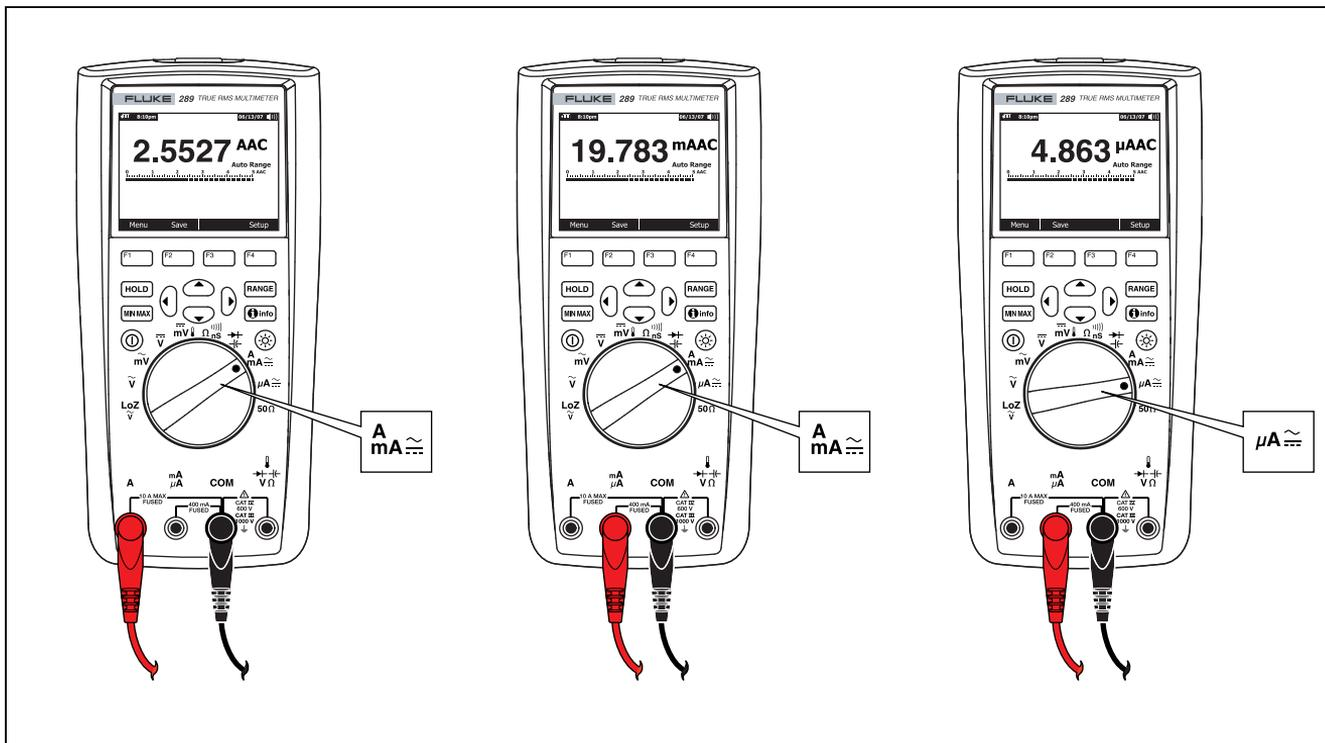

Figura 21. Configuración de la medición de corriente
3. Si está utilizando el terminal A, fije el selector giratorio en $\overset{A}{\sim}$. Si está utilizando el terminal mA/μA, fije el selector giratorio en $\overset{\mu A}{\sim}$ para corrientes por debajo de 5000 μA (5 mA), o en $\overset{mA}{\sim}$ para corrientes por arriba de 5000 μA. Consulte la figura 21 para analizar las conexiones de los conductores de prueba y la selección de funciones. Consulte la sección "Función de advertencia de entrada" para obtener información sobre las alertas que utiliza el multímetro cuando no se utilizan los conductores correctamente para mediciones de corriente.